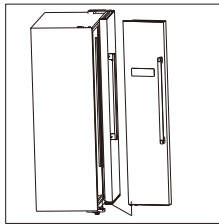

Рисунок 26
4. Поднимите дверь и опустите ее на мягкую подложку. Аналогичным образом снимите вторую дверь (рис. 26).